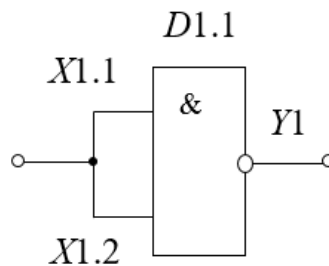

Рис. 2. Схема НЕ
7.1. Собрать схему НЕ на базе элемента 2И–НЕ (рис. 2).